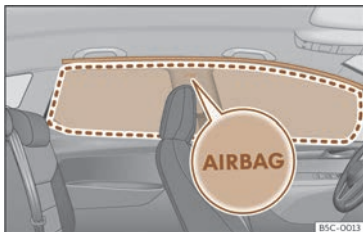

Abb. 34 Einbauort der Kopfairbags
Die Kopfairbags befinden sich zu beiden Seiten im Innenraum oberhalb der Türen >>> (Abb. 34) und ihre Einbauorte sind mit dem Schriftzug „AIRBAG“ gekennzeichnet.
Der eingerahmte Bereich wird vom auslösen- den Kopfairbag erfasst (Entfaltungsbereich) >>> (Abb. 34). Deshalb dürfen in diesen Bereich niemals Gegenstände abgelegt oder befestigt werden >>> △.
- Stellen Sie sich, dass Kinder richtig in ihren Sitzen sitzen und ihren Kopf nicht in den Entfaltungsbereich der Kopfairbags halten >>> (Abb. 34), da sie beim Auslösen der Airbags von diesen getroffen werden und schwere Verletzungen erleiden könnten.